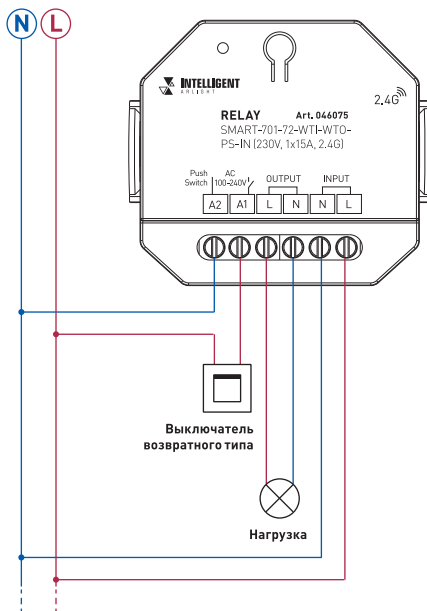

Рис. 1. Схемы подключения релейного модуля
- 3.2. Подключите релейный модуль согласно схеме, приведенной на рис. 1.